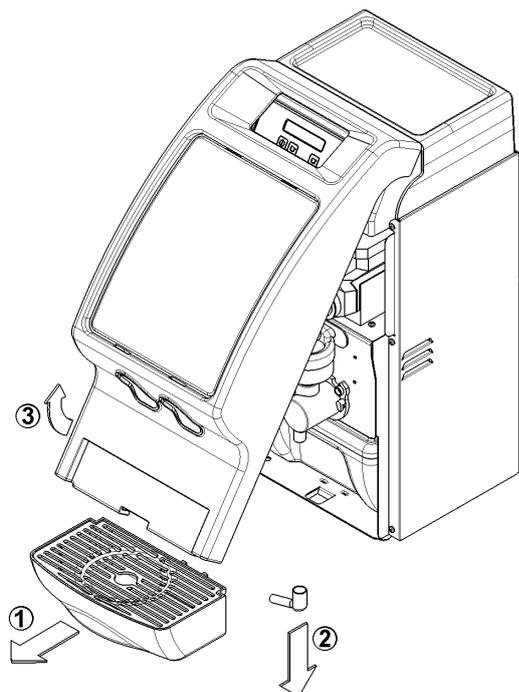

figura 1
- 2 Rimuovere il cassetto raccogliocce (1), i beccucci di erogazione del prodotto (2) e quindi la copertura anteriore del
distributore (3) (vedere figura 1).
6 Rimontare la copertura anteriore, i beccucci di erogazione ed il cassetto raccogli gocce con sequenza inversa a quella descritta in precedenza (vedere figura 1).